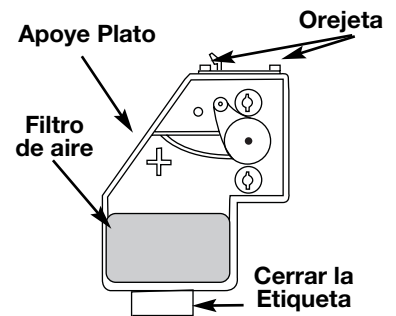

Fig. 30
7. Instale de nuevo la tapa del filtro de aire. Haga coincidir las ranuras que hay en la parte superior de la tapa del filtro de aire con las lengüetas de la parte superior de la placa posterior (Fig. 30).
1. Apague el motor y espere que se enfríe. Retire los seis (6) tornillos de la parte posterior de la tapa del motor con destornillador de cabeza plana o Torx No. T-25 (Fig. 30).